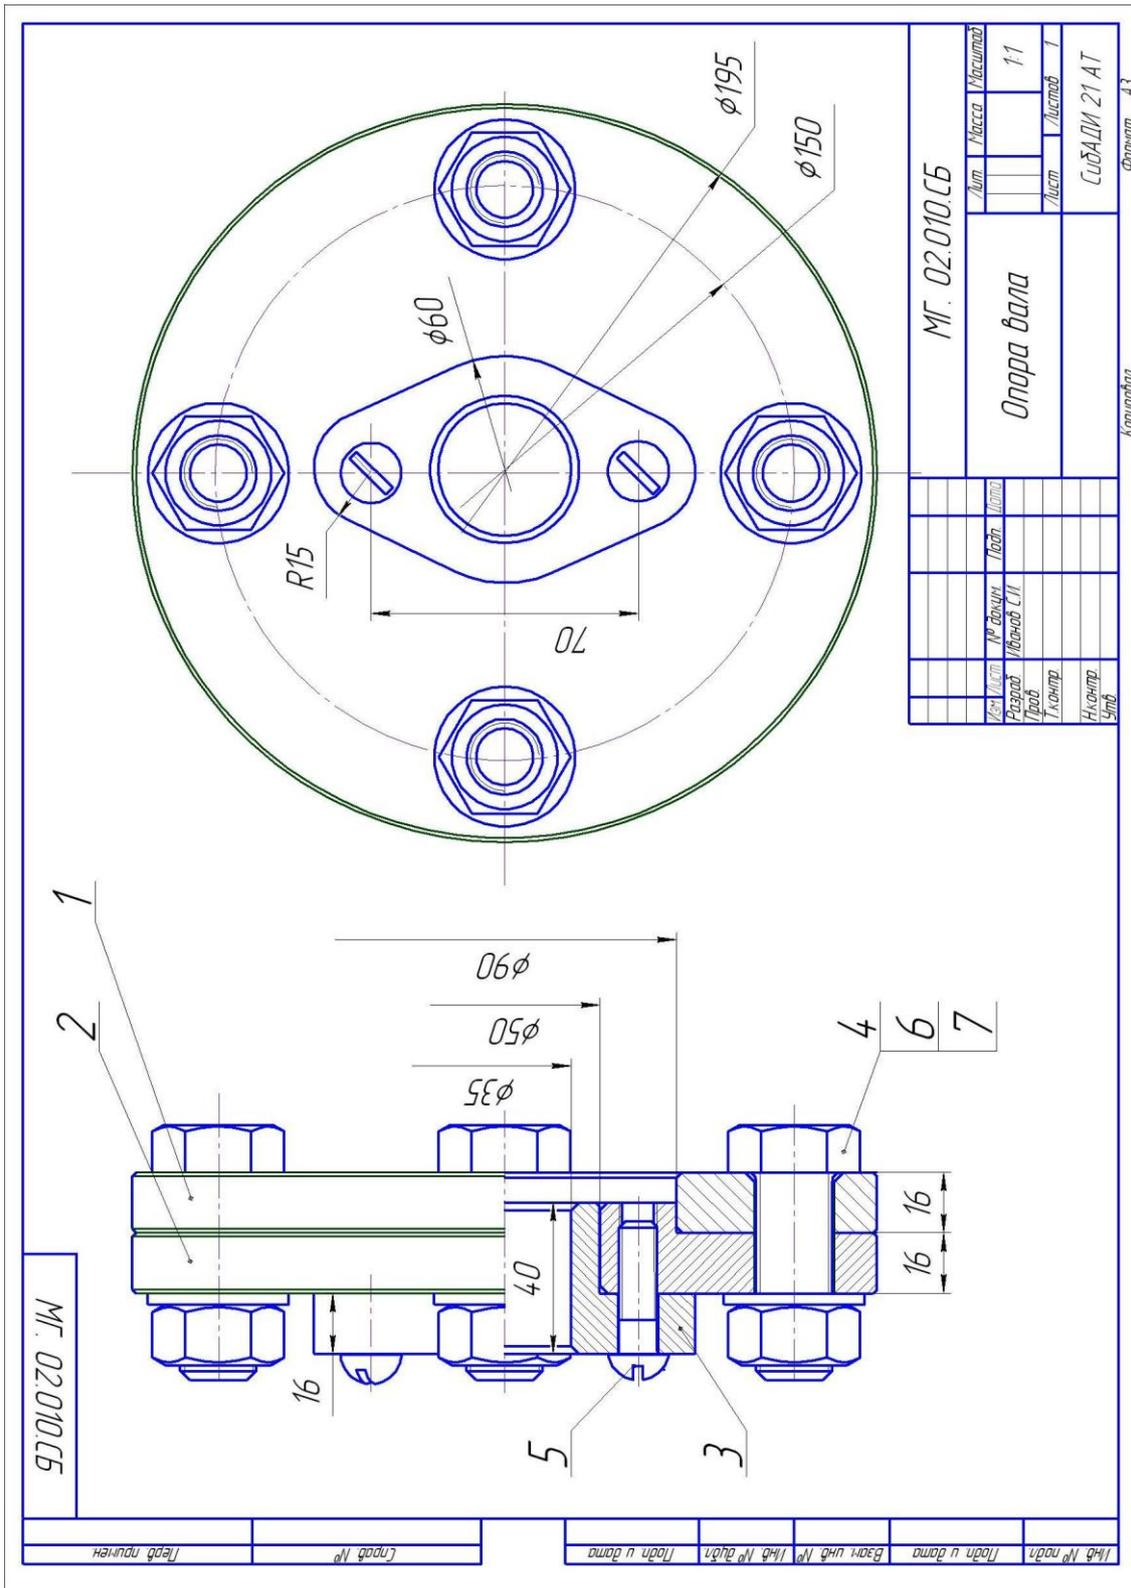

Рис. 3.62. Сборочный чертёж «Опора вала» – исходные данные для выполнения сборки узла машиностроительной конструкции
Исходный сборочный чертеж и размеры даны на рис. 3.62. Перечень деталей, входящих в изделие «Опора вала»:
- 1.2. Создать с помощью твердотельного моделирования наглядные изображения деталей: «Фланец», «Крышка», «Подшипник». Для построения деталей и выполнения сборки выбрать вид «Изометрия YZX». Исходные данные для создания деталей даны на рис. 3.62.